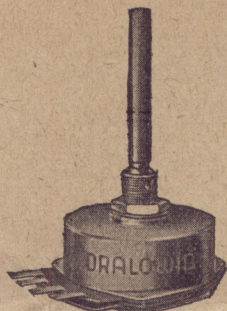

Abb. 14. Dralowid-Spezivol mit Anzapfung
Der Spezivol mit Anzapfung wie Abb. 14 (Abmessungen: $L = 55$ mm, $d = 6$ mm, $G = M$ 10 mm, $D = 40$ mm, $H = 19$ mm. Vergl. Abb. 2), ist ein dem Inevol ähnlicher Regler, bei dem eine Anzapfung der Widerstandsbahn als Anschlußpunkt (Z) vorgesehen ist. Verwendet werden derartige Regler für die gehörlich-